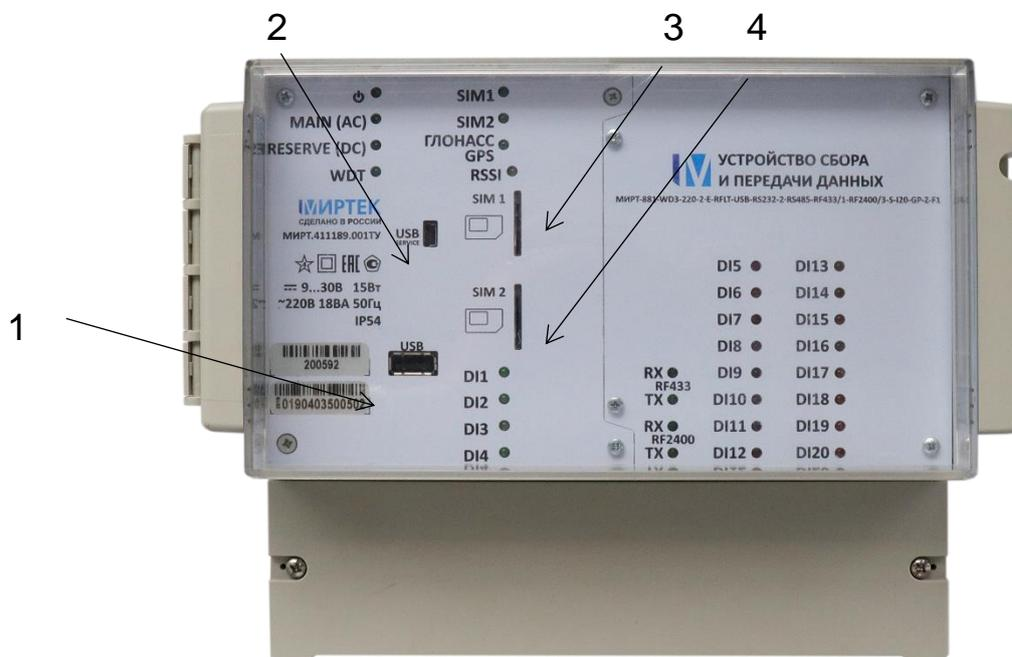

Рис.2
3.3.7 Расположение единичных индикаторов и разъемов передней панели УСПД приведено на рис.2.